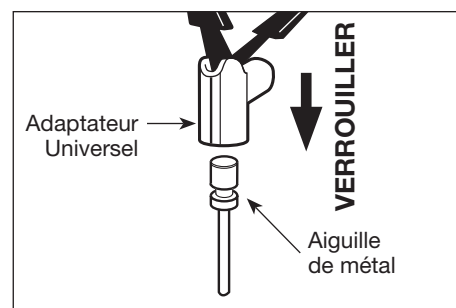

Figure 3 - Verrouiller bien l'adaptateur universel
2. Lorsque l'adaptateur universel est bien fermement en place, enfoncez le levier de verrouillage. (Voir les figures 3 et 4).